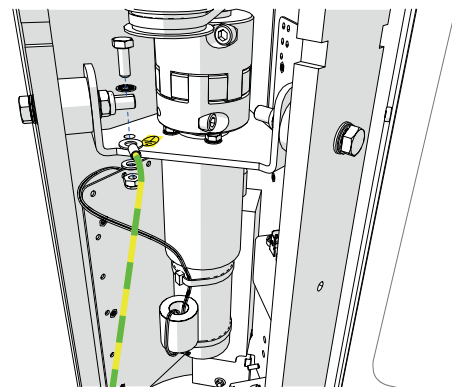

Fig. 40 - Kopplingsbyte (Potentialutjämning)
5. Koppla bort potentialutjämningskabeln från motorkonsolen (bild 40);